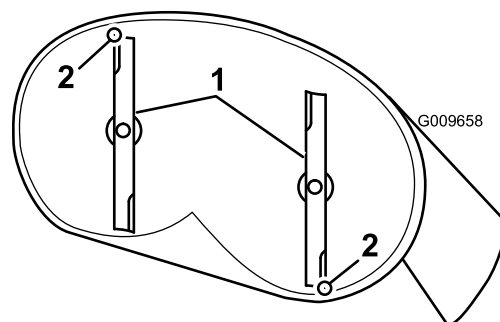
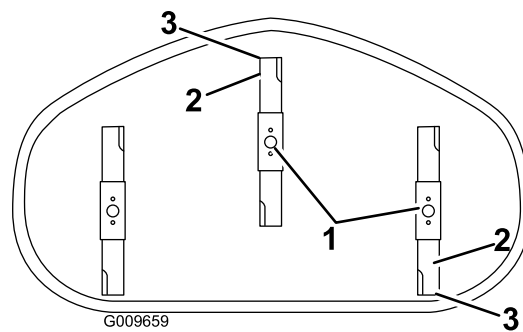

Figura 62
Figura 63
4. Girate con cautela le lame in modo che siano disposte longitudinalmente (Figura 62 e Figura 63).
5. Misurate il valore dalla punta della lama anteriore e dalla punta della lama posteriore alla superficie piana (Figura 62).
7. Dopo la regolazione, ricontrollate l'inclinazione longitudinale e continuate la regolazione del dado finché la punta della lama anteriore non è più bassa di 1,6–7,9 mm rispetto a quella posteriore (**Figura 62**).